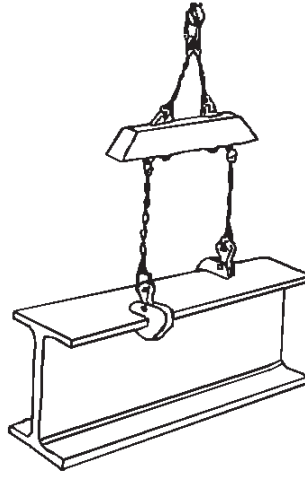

Fig. 1
- Sollten längere Träger oder Profile transportiert werden, so können zwei Klemmen zum Einsatz kommen, um Pendelbewegungen zu vermeiden (Fig. 1). Das zu verwendende Anschlaggeschirr muss so ausgewählt werden, dass der seitliche Neigungswinkel  $15^{\circ}$  nicht übersteigt. Wenn der Einsatz einen größeren Abstand der Klemmen erfordert, muss eine geeignete Traverse verwendet werden.